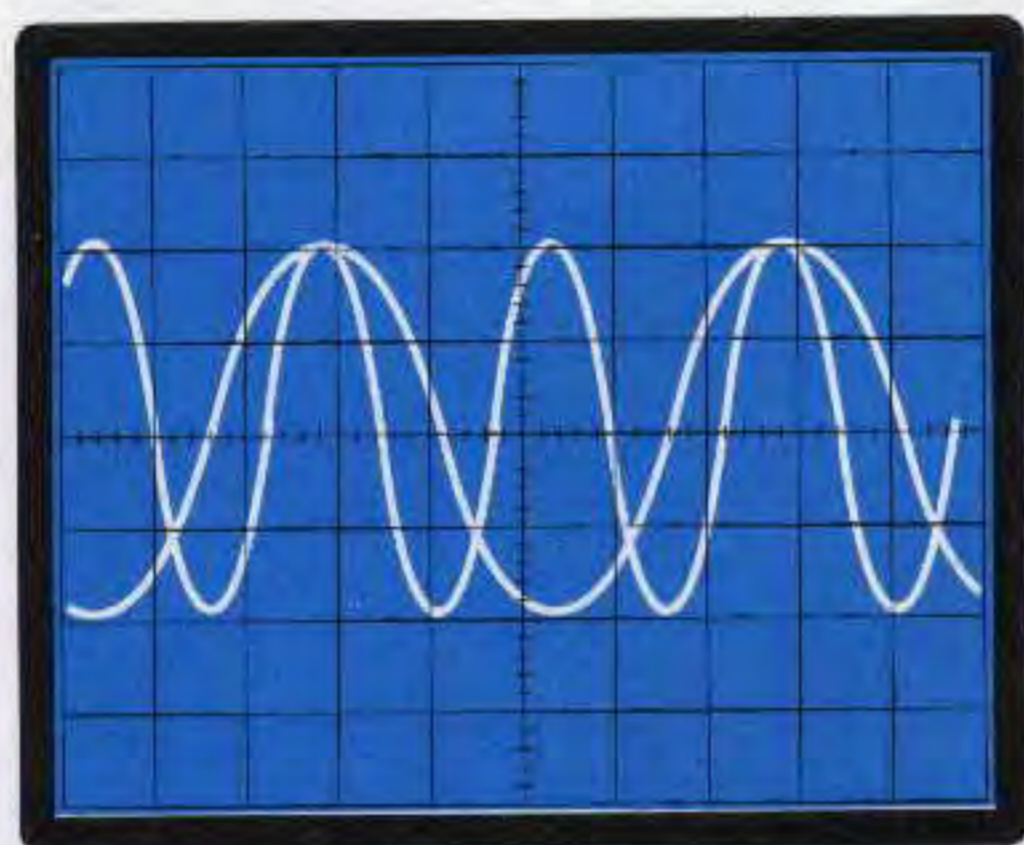

Fig.10 Se avete un oscilloscopio a doppia traccia collegatelo sui terminali TP4 - TP5 e sullo schermo vedrete le due sinusoidi da 38 KHz e da 19 KHz.
- Sullo schermo appariranno due sinusoidi (vedi fig.10) che dovete mettere in **fase**.